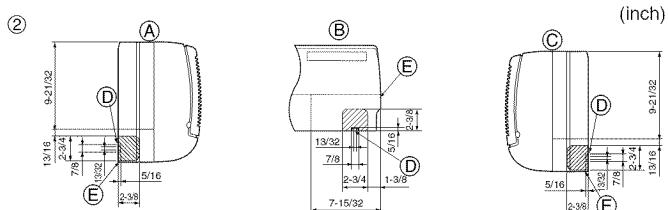

Fig. 4-3
- ② Determine la posición de los agujeros ciegos en la unidad. (Fig. 4-3)